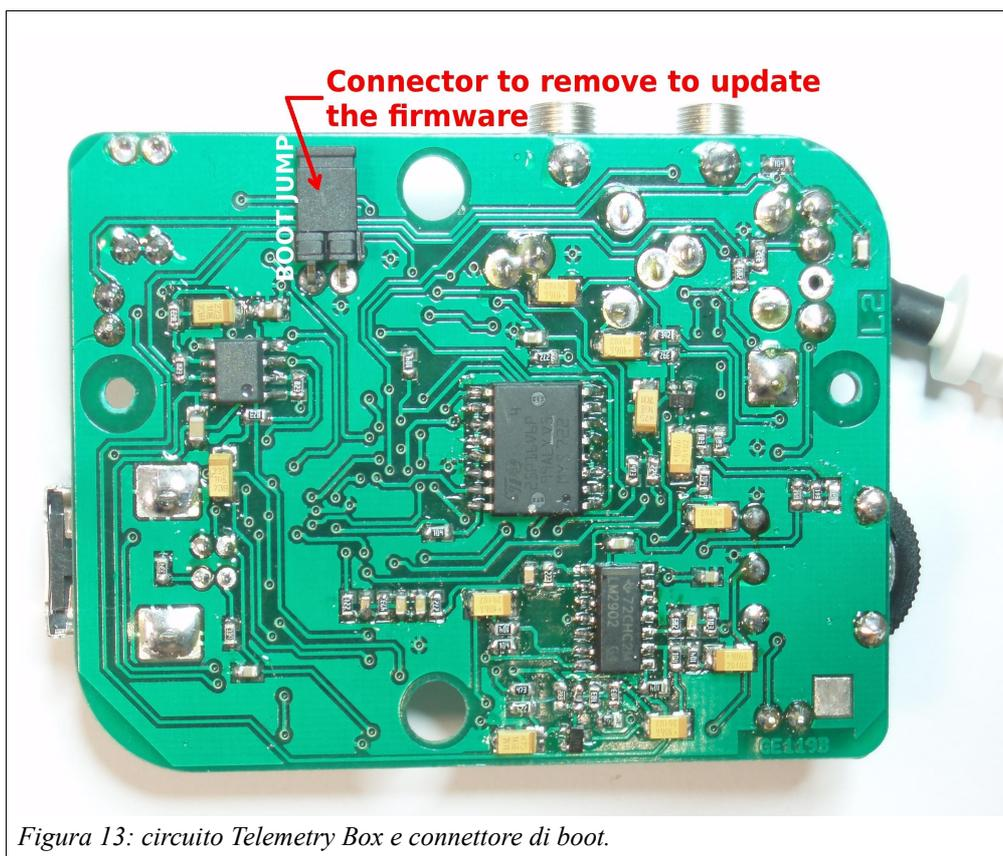

Figura 12: cavo USB
Per aggiornare il software della *Telemetry Box* è necessario seguire la procedura descritta di seguito. Per poter procedere è necessario, prima di tutto, munirsi di un cavo USB 2.0 tipo AB (classico cavo USB per stampanti, vedi figura 12).
- collegare la *Telemetry Box* al proprio PC tramite un generico cavo USB (cavo USB 2.0 tipo AB, vedi figura 12) . Attenzione: non collegare al PC il cavo USB bianco uscente dalla *Telemetry Box* stessa;